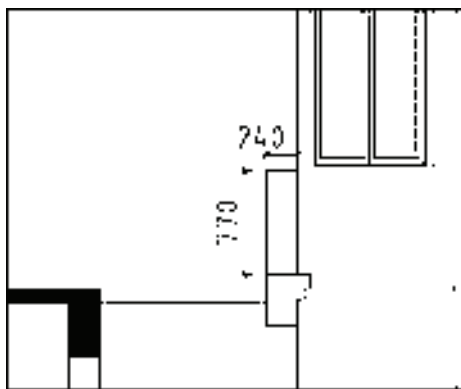

图 13-222 绘制矩形
3) 绘制栏杆。调用“矩形”命令，绘制尺寸为 770mm×240mm 的矩形，如图 13-222 所示。